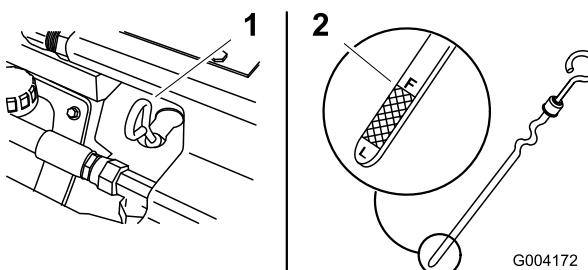

Figura 14
4. Limpie alrededor de la varilla de aceite (Figura 14).
5. Retire la varilla y límpie el extremo metálico (Figura 14).
6. Introduzca la varilla a fondo en el tubo de la varilla (Figura 14).